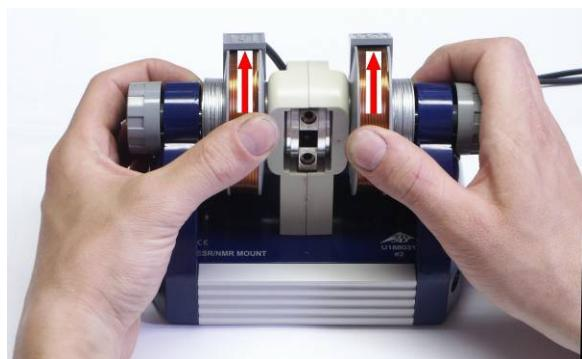

Fig. 10 Déplacer les aimants
- 7.5.3 Desserrer légèrement les vis moletées et faire sortir les aimants d'1 à 2 mm de la position de fin de course. Presser pour cela, à l'aide des pouces, les deux bobines vers l'arrière en appuyant sur l'unité de base avec les doigts (fig. 10). Serrer les vis moletées tout en observant le "Peak".